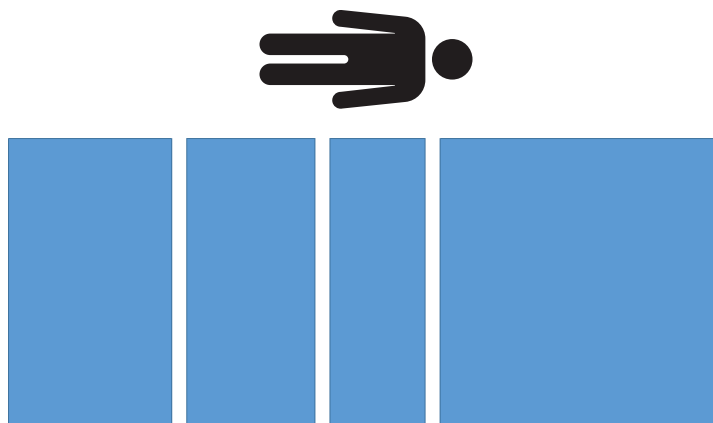

Figura 33 – Ensaio de tara - sem peso
13. Retire todos os pesos calibrados do produto (Figura 33).